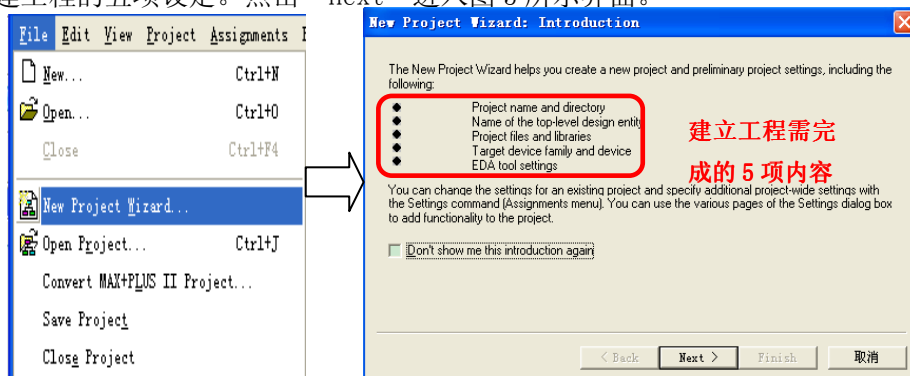

图 4 打开新建项目向导
(1) 选择“File”菜单下的“New Project Wizard”，打开新建项目指南（图 4），完成新建工程的五项设定。点击“next”进入图 5 所示界面。